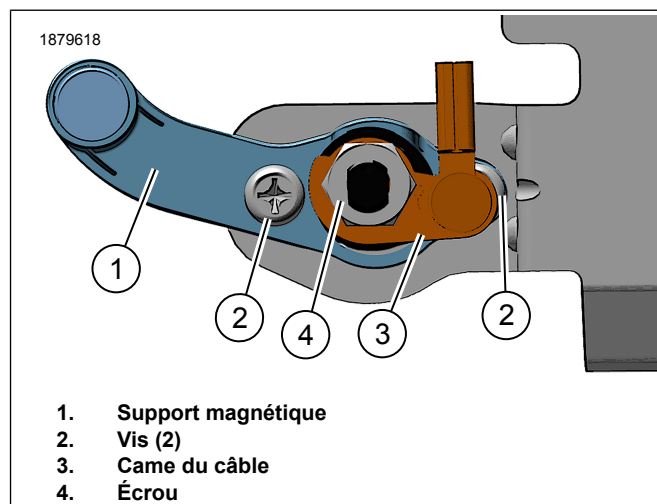

Figure 5. Assemblage du support magnétique
6. Figure 5 Installez le support magnétique.